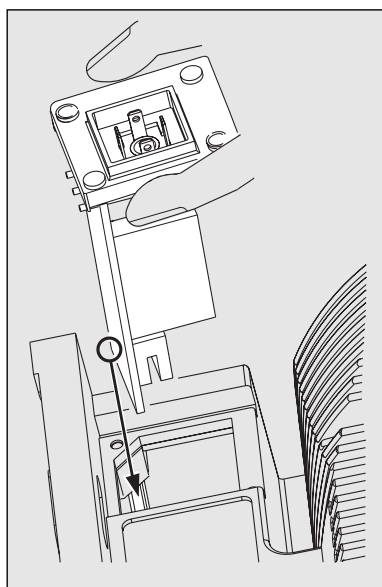

Fig. 14
- Reggere la scheda del relè con la mano destra, tenendo i bordi sinistro e destro della copertura del relè, e inclinare leggermente verso sinistra l'estremità anteriore (vd. fig. 14)